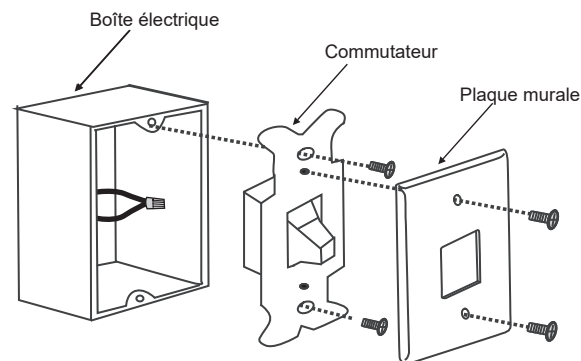

Fig. 22
Étape 1. Retirer la plaque murale existante et l'ancien interrupteur de la boîte électrique murale. Connecter les conducteurs NOIR (charge) ensemble à l'aide d'un écrou de connexion et les pousser délicatement dans la boîte de connexion. (**Fig. 22**)